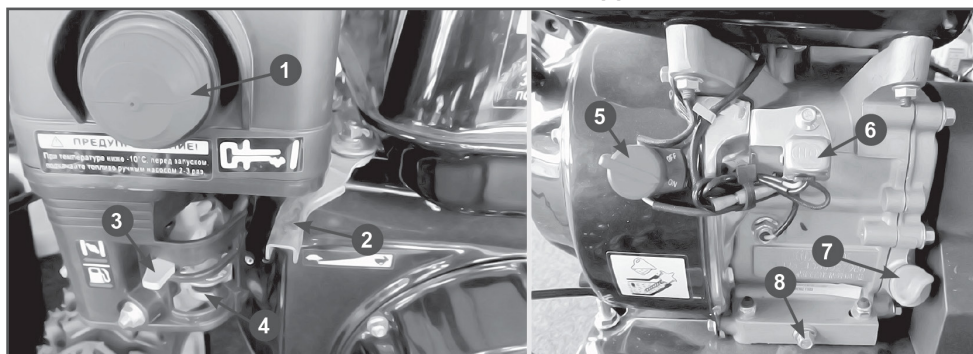

Рис.7 Основные узлы и органы управления двигателем
1. Откройте топливный кран (4) Рис.7, переместив рычаг топливного крана в крайнее правое положение.
2. При запуске холодного двигателя установите рычаг воздушной заслонки (3) Рис.7 в положение закрыто (крайнее левое положение).
3. Переведите рычаг газа (2) Рис. 7 на 1/3 хода в сторону положения максимальных оборотов двигателя (обозначение зайца на наклейке - максимальные обороты, черепахи - холостые обороты).
4. Нажмите на праймер подкачки топлива (1) Рис.7 три раза. При запуске теплого двигателя праймер нажимать не надо.
5. Установите выключатель (5) Рис.7 в положение ON.